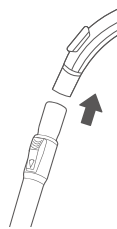

Fig. 2
- La Fig.2 muestra la conexión de la manguera y el tubo metálico extensible: